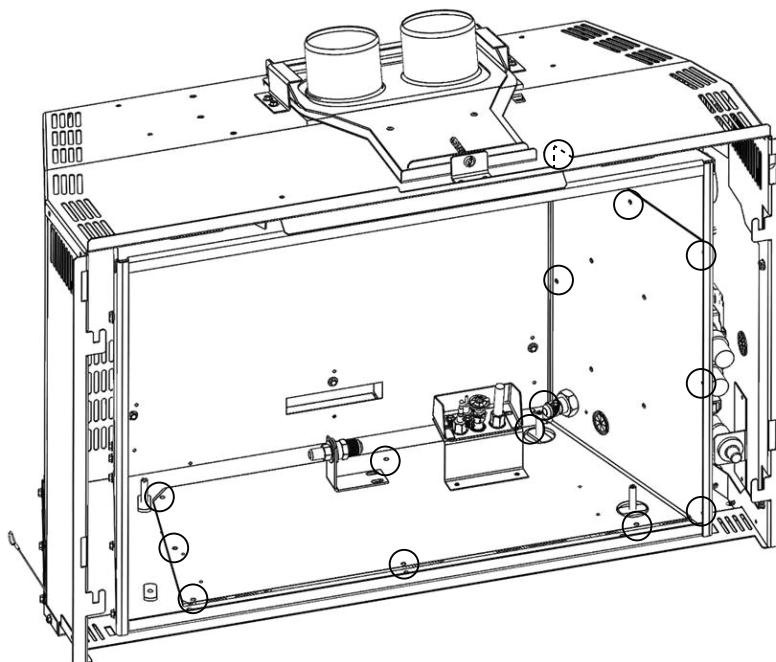

Fig. 6-3
- D. Retirez les 14 vis servant à fixer l'assemblage de la soupape (**Fig. 6-3**).